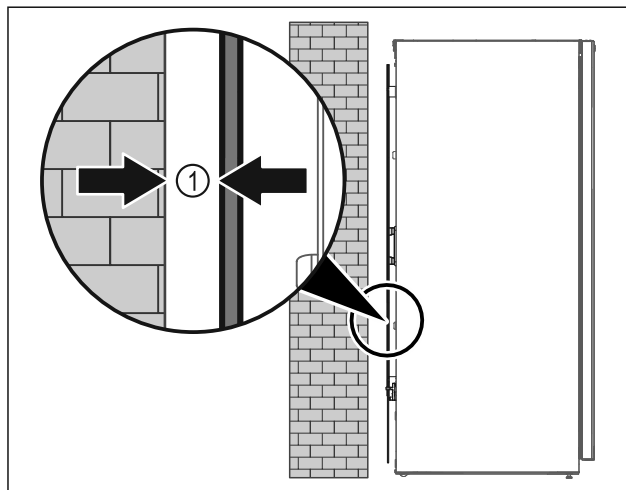

Fig. 6
- Apparaat ofwel vrij in de ruimte of direct tegen een wand met een minimumafstand van 5 mm Fig. 6 (1) opstellen.